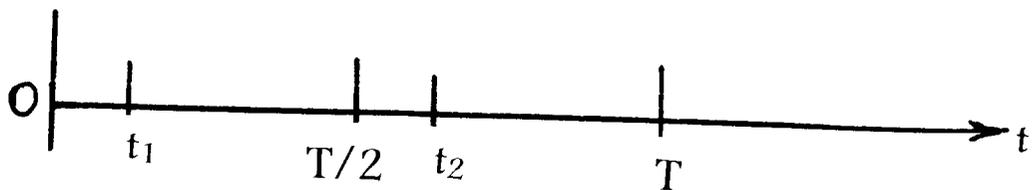

figure 7
2.2 - Indiquer sur la **figure 7** les éléments conducteurs, ainsi que les phases de récupération.